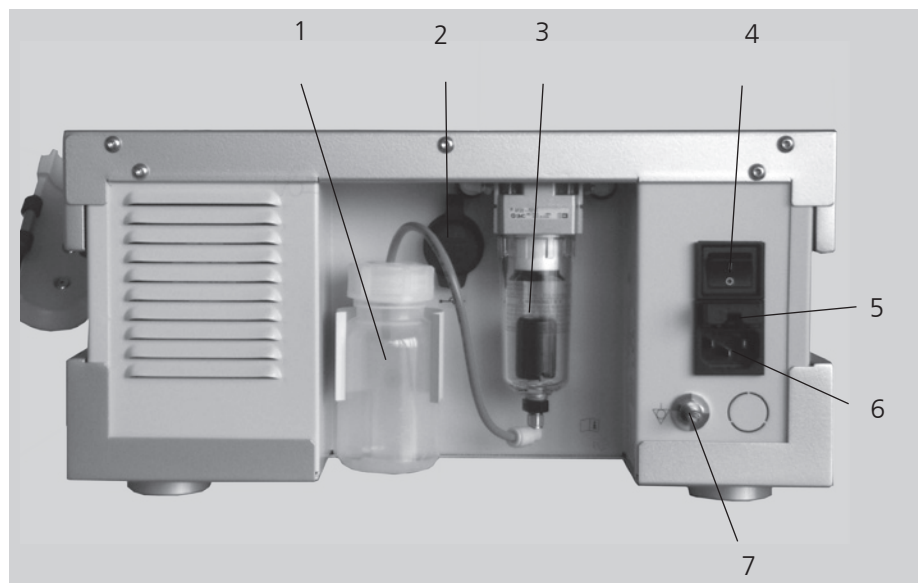

Bild 1-2 Rückseite D-ACTOR 100
Der USB-Anschluss (Bild 1-2/2) ist nur für den Anschluss eines USB Memory Sticks, der das USB Protokoll V1.1 unterstützt, geeignet.
Der D-ACTOR 100 ist mit einer Steckverbindung für den Potentialausgleich ausgerüstet (Bild 1-2/7).
- Schalten Sie den D-ACTOR 100 am Netzschalter an der Geräterückseite ein (Bild 1-2/4).